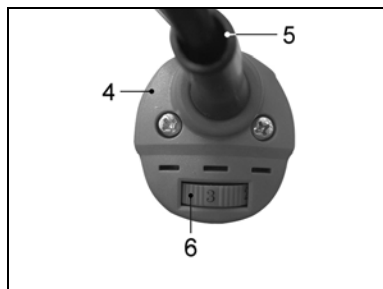

Рисунок 4.
7.4. Изменение частоты колебаний (Рисунок 4)